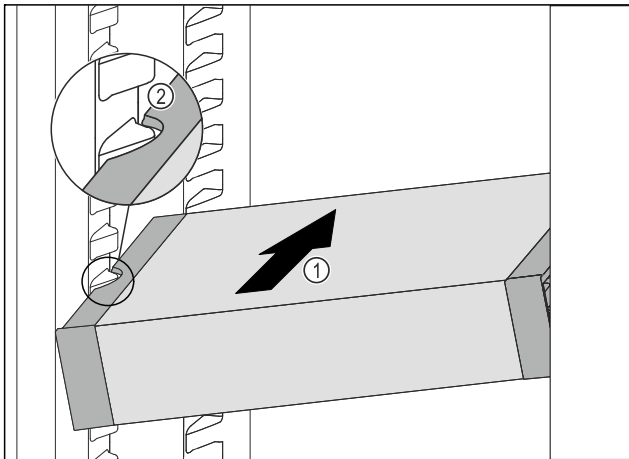

Fig. 200
- ▶ VarioSafe schräg in das Kühlteil einschieben Fig. 200 (1), bis sich die seitlichen Aussparungen Fig. 200 (2) des VarioSafes auf Höhe der Behälterrippe im Kühlteil befinden.